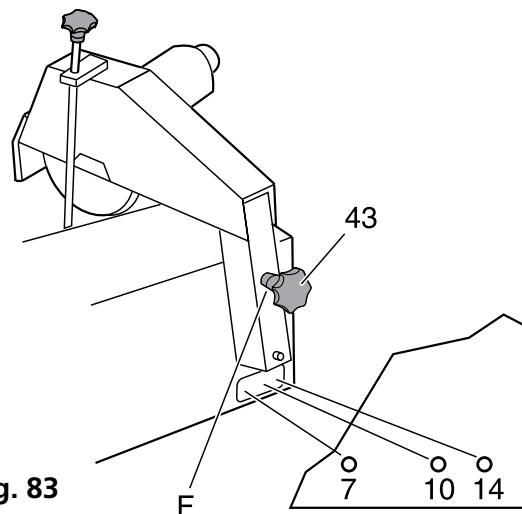

Fig. 83
1. Lossa ratten (43) och ställ in rätt stötvinkel (F). Se FIG 83.
2. Drag fast ratten (43).